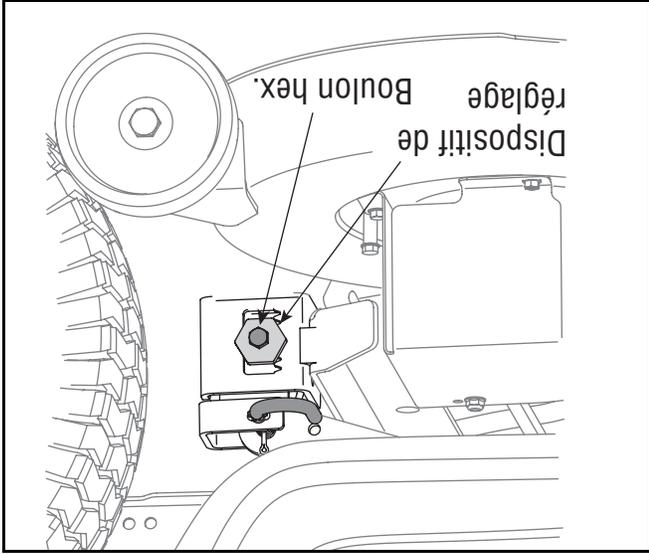

Figure 13
3. Desserrez, **sans** la retirer, la vis à chapeau à six pans sur le crochet de support gauche du plateau de coupe. Voir la Figure 13.
4. Équilibrez le plateau de coupe en utilisant une clé pour tourner le dispositif de réglage (trouvée immédiatement derrière la vis desserrer précédemment) dans le sens d'aiguilles d'une montre / haut ou en sens inverse des aiguilles d'une montre / bas. Voir la Figure 13.